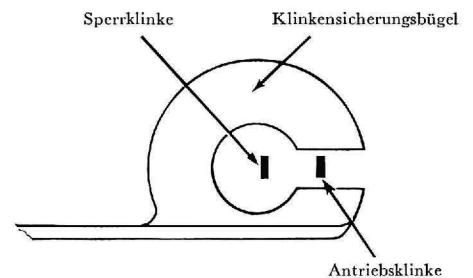

Abb. 25
7. Schraube für den Sicherungsbügel lösen und Sicherungsbügel vorsichtig in seine richtige Lage bringen, ohne die Antriebs- oder Sperrklinke zu berühren. Schraube anziehen. Der Sicherungsbügel befindet sich in seiner richtigen Lage, wenn sich die Antriebsklinke etwas innerhalb der Mitte des Schlitzes im Sicherungsbügel befindet. (Abb. 25.) Die Antriebsklinke darf keine Seite des Schlitzes berühren. Wenn eine solche Berührung festgestellt wird, ist der Sicherungsbügel zu biegen, bis sich die Antriebsklinke genau in der Mitte des Schlitzes befindet, wobei darauf zu achten ist, daß auch die Sperrklinke den Sicherungsbügel nicht berührt.